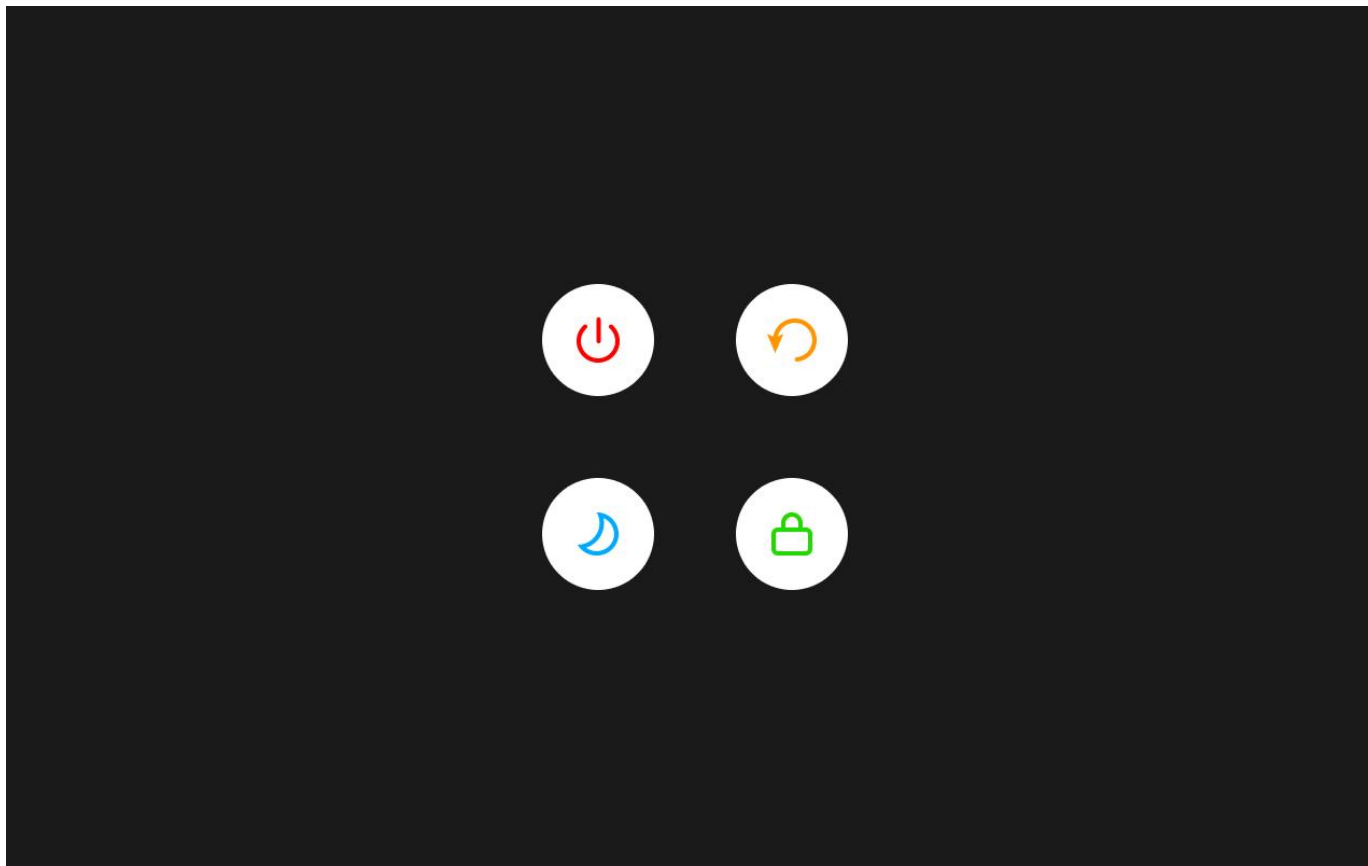

图 13-13 关机界面
长按或短按电源键^①，将进入关机界面，见图 13-13。包含 4 个选项：关机、重启、待机、锁屏。